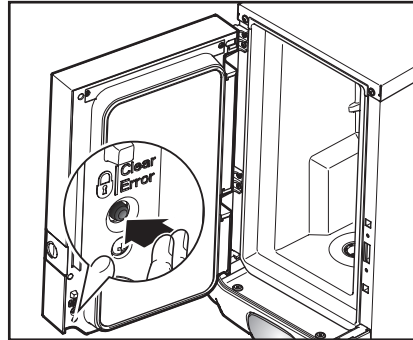

Fig. 22
2. Appuyez sur l'interrupteur SERRURE/ Clear Error afin de bloquer la distribution des boissons (fig. 22).
3. Appuyez sur l'interrupteur SERRURE/ Clear Error afin de débloquer la distribution des boissons à nouveau (fig. 22).